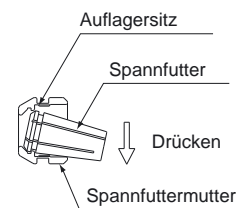

Abb. 21
- (3) Montieren Sie die neue Klemmhülse in der Spannfuttermutter, indem Sie die Klemmhülse in der Spannfuttermutter positionieren und sie auf einer flachen Oberfläche hinunterdrücken. (Abb. 21)